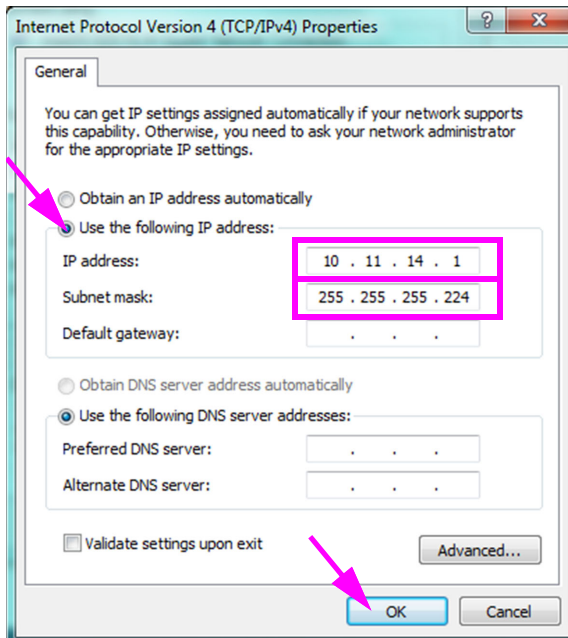

Figure 2-43. Écran Internet Protocol Version 4 (TCP/IPv4) Properties (Propriétés Protocole Internet version 4 (TCP/IPv4))
9. Dans cet écran, sélectionnez **Use the following IP address (Utiliser l'adresse IP suivante)**. Voir la Figure 2-43.